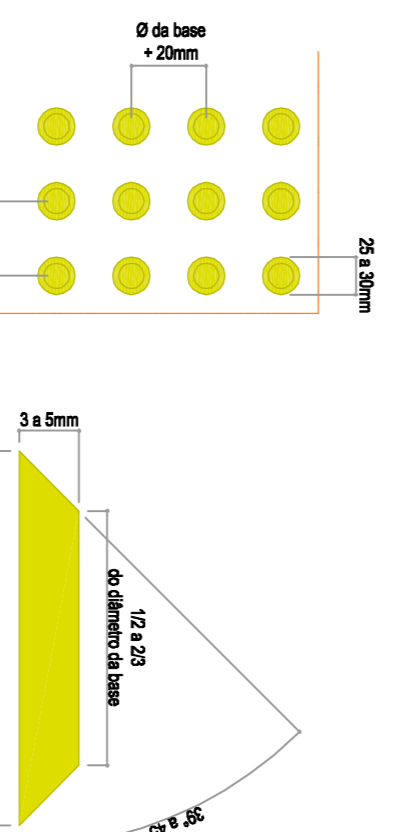

Figura 3 - Relevos táteis de alerta instalados diretamente no piso
- O piso a ser adotado deverá obedecer todos os requisitos apresentados na Figura 3 além de possuir contraste de cor com o piso adjacente de LVR>30 pontos (ver planilha 06)